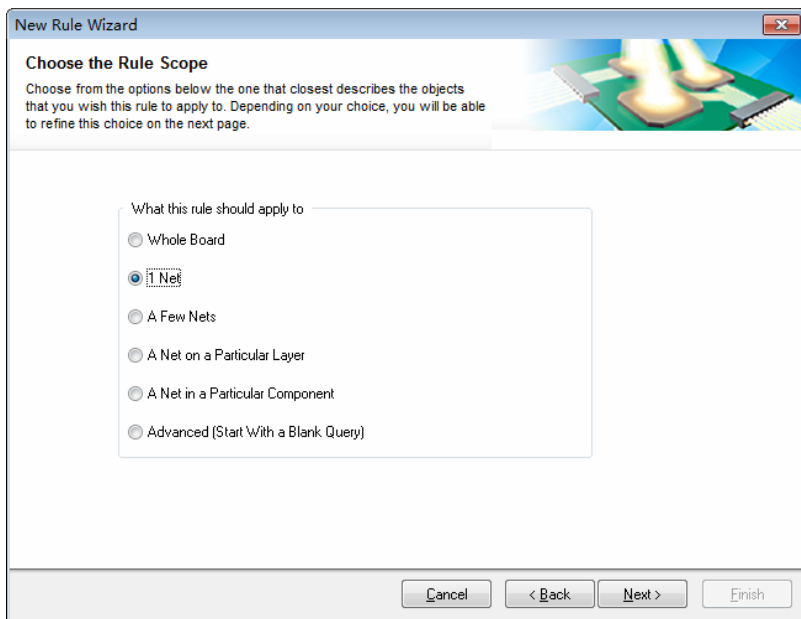

图 12-57 选择设计规则作用范围
(4) 单击 Next 按钮，进入选择设计规则作用范围界面，如图 12-57 所示，选择 1 Net 选项。